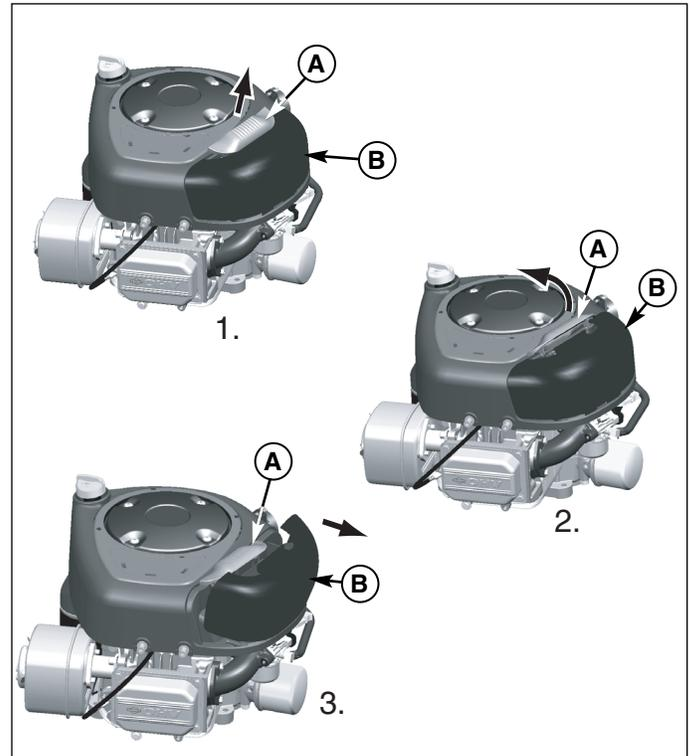
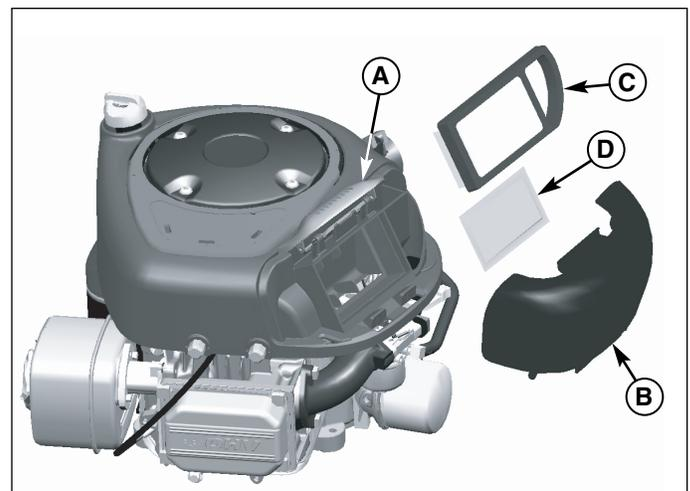

Figure 33. Système de filtrage d'air - modèles Briggs & Stratton mono-piston
Figure 34. Entretien du filtre à air - modèles Briggs & Stratton mono-piston
1. Soulever le verrou de filtre à air (A, Figure 33).
2. Tourner le verrou de filtre à air (A) vers l'intérieur.
3. Tirer le capot de filtre à air (B) vers l'extérieur pour le détacher.
4. Extraire le filtre à air (C, Figure 34) et le pré-dépoussiéreur (D), le cas échéant, du logement de soufflante.
5. Poser le pré-dépoussiéreur (D) avec le côté tamis vers le haut. Poser le filtre (C) comme sur l'illustration.
6. Poser le capot (B) en veillant à engager les languettes dans les rainures correspondantes. Fixer le verrou (A).